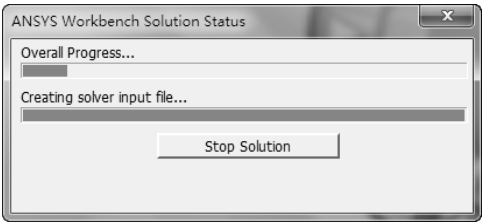

图 9-17 求解进度条
1) 单击工具栏上的【Solve】按钮 ，启动求解，系统弹出进度条，表示正在求解。求解完成后进度条自动消失，如图 9-17 所示。